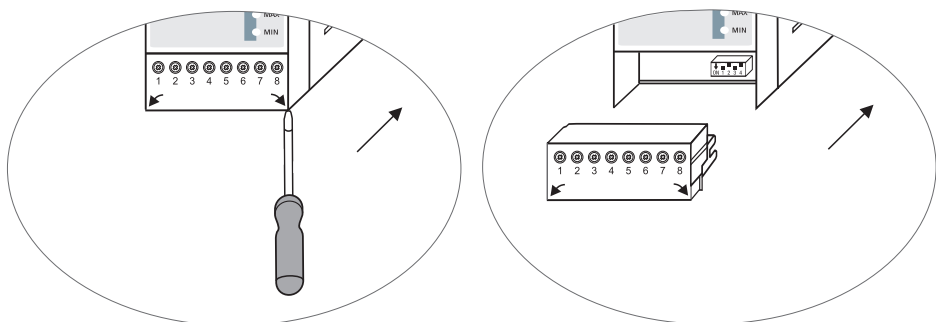

Fig. 8
- Retirer les borniers supérieur et inférieur. **Fig. 8**